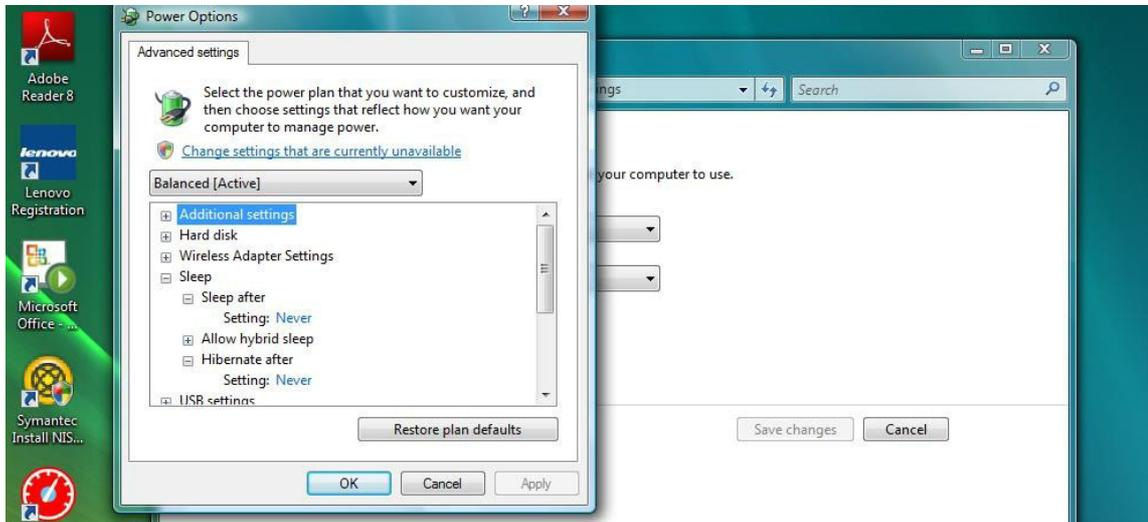

FIG. 36
5. Trovare “Sospensione” nell’elenco a scorrimento (Fig. 36). Modificare l’impostazione “Sospendi dopo” in MAI e l’impostazione “Iberna dopo” in MAI.
6. Fare clic sul pulsante Applica per salvare queste modifiche. Quindi fare clic sul pulsante OK (Fig. 36).